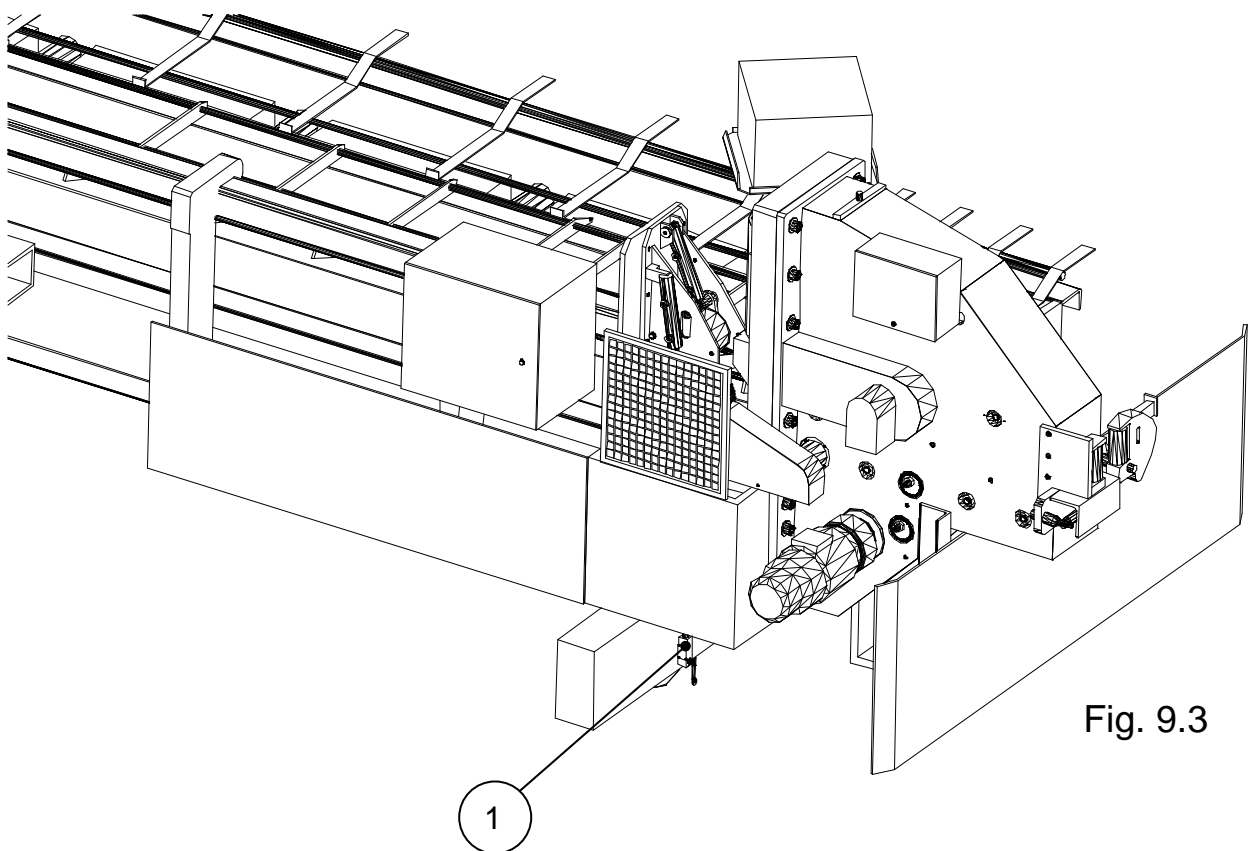
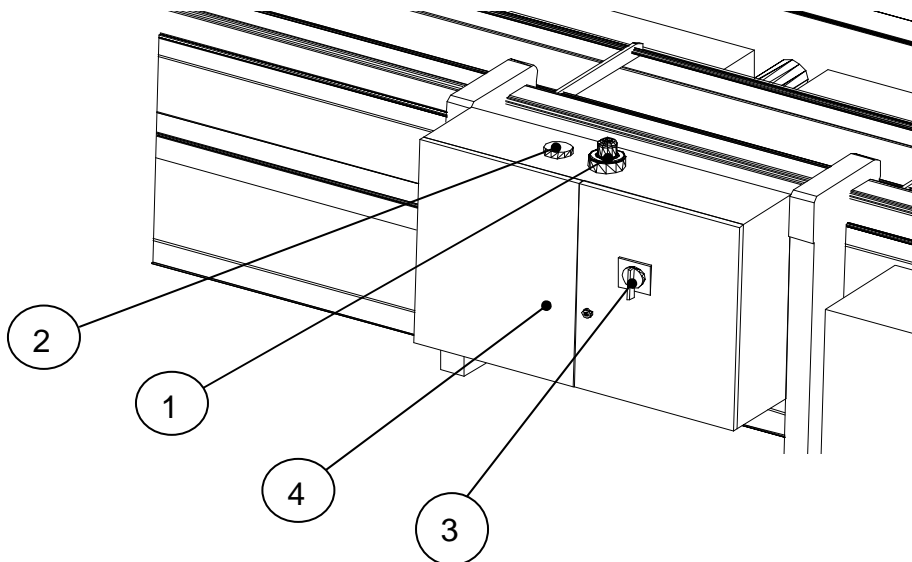

Fig. 9.3
Fig. 9.4
- Microswitch de parada cerca la rueda anterior izquierda (Fig. 9.3 Ref. 1) que bloquea la traslación de la máquina a las extremidades de las vías de carrera
- luz amarilla destellante durante la traslación del banco (Fig. 9.4 Ref. 1);
- señal sonora (Fig. 9.4 Ref. 2) contemporánea a la luz amarilla.
- Reja de protección fija en la parte posterior del carro (Fig. 9.3 ref.2)
- Cárter de protección en los grupos de electroválvulas hidráulicas (Fig. 9.3 ref.3)
El cuadro eléctrico principal (Fig. 9.4 Ref. 4) y el cuadro de interfaz (Fig. 9.3 Ref. 4) están protegidos con llave de cierre (que debe guardar el responsable del mantenimiento); además, el encendido de la planta mediante el selector principal (Fig. 9.4 Ref. 3) impide la apertura de la puerta del cuadro.